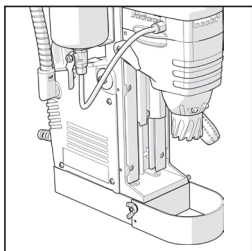

Fig. 2
- Fäst säkerhetsskyddet med de levererade fästskruvarna. **(Fig. 2)**